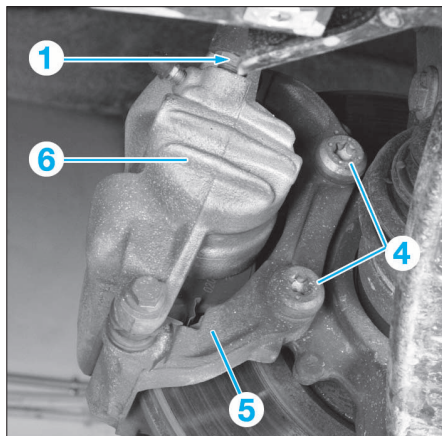

FIG. 10
- Obturer la canalisation de frein (2).
- le flexible de frein (1) de l'étrier (Fig.10)
- les vis (4)
- le support (5) (avec l'étrier de frein (6) sur le montage Bosch).